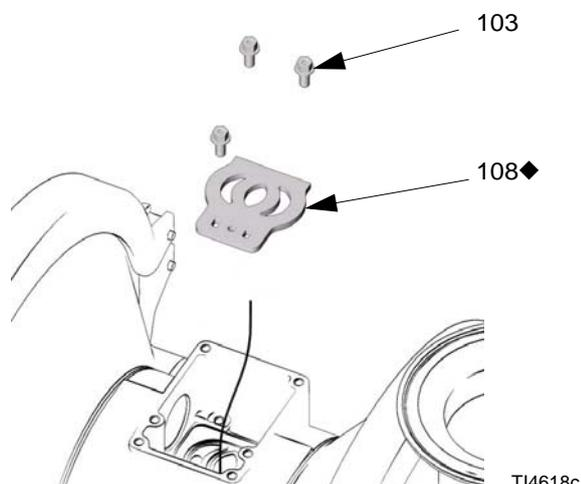

FIG. 9
- Vérifiez le plateau (108) de vanne en place. Si elle est endommagée, utilisez un tournevis Torx (T20) ou une clé à douille de 7 mm (9/32 po.) pour retirer les trois vis (103). Retirez le plateau de vanne (108). Consultez la FIG. 9.
- Installez la plaque de vanne (108) dans la cavité, joint vers le bas. Installez les trois vis (103) en utilisant un tournevis Torx (T20) ou une clé à douille de 7 mm (9/32 po.). Serrez jusqu'à ce que les vis butent sur le boîtier. Consultez la FIG. 9.